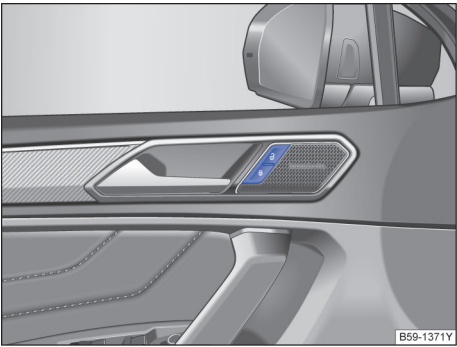

图 51 驾驶员侧车门内：中央门锁按钮
行驶车速超过 15km/h 时汽车自动闭锁→ 第 32 页。闭锁汽车后中央门锁按钮里的指示灯  以黄色点亮→ 图 51。
如短时间内反复按压汽车钥匙上的按钮→ 图 50 或中央门锁某个按钮→ 图 51，则中央门锁系统将暂时关闭，防止系统过载。然后汽车处于解锁状态约 30 秒钟。在此期间，若未打开车门或行李厢盖，随后汽车将自动闭锁。
- 按压  按钮→ 图 51
按压按钮→ 图 51: